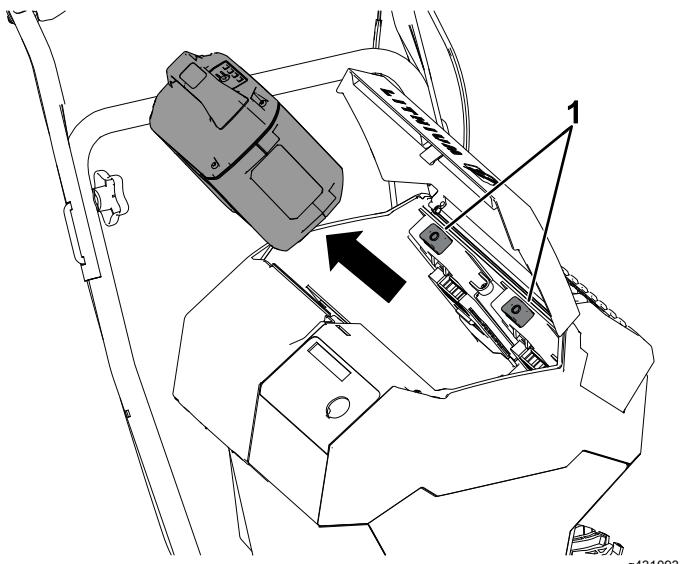

Figura 18
2. Presione el cierre de la batería para liberar la batería y retirarla (Figura 18).